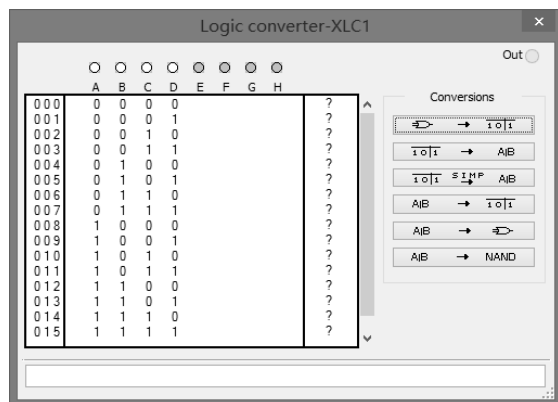

图 4.5.10 选择变量的个数
(1) 分析实际问题所要求的逻辑功能, 确定输入变量和输出变量: 本题要求输入 1 位 8421BCD 码, 即输入有 4 个变量, 用 A、B、C、D 来表示 B_3 、 B_2 、 B_1 、 B_0 。输出有 1 个变量。
(2) 列出符合输入、输出关系的真值表: 在逻辑转换仪的真值表区域, 依次单击 A、B、C、D 4 个按钮, 每单击一个按钮, 列表区会出现变量的取值组合(用二进制表示), 4 个变量一共有 16 组取值组合, 如图 4.5.10 所示。右侧的“?”号表示输出变量, 此时结果未知。